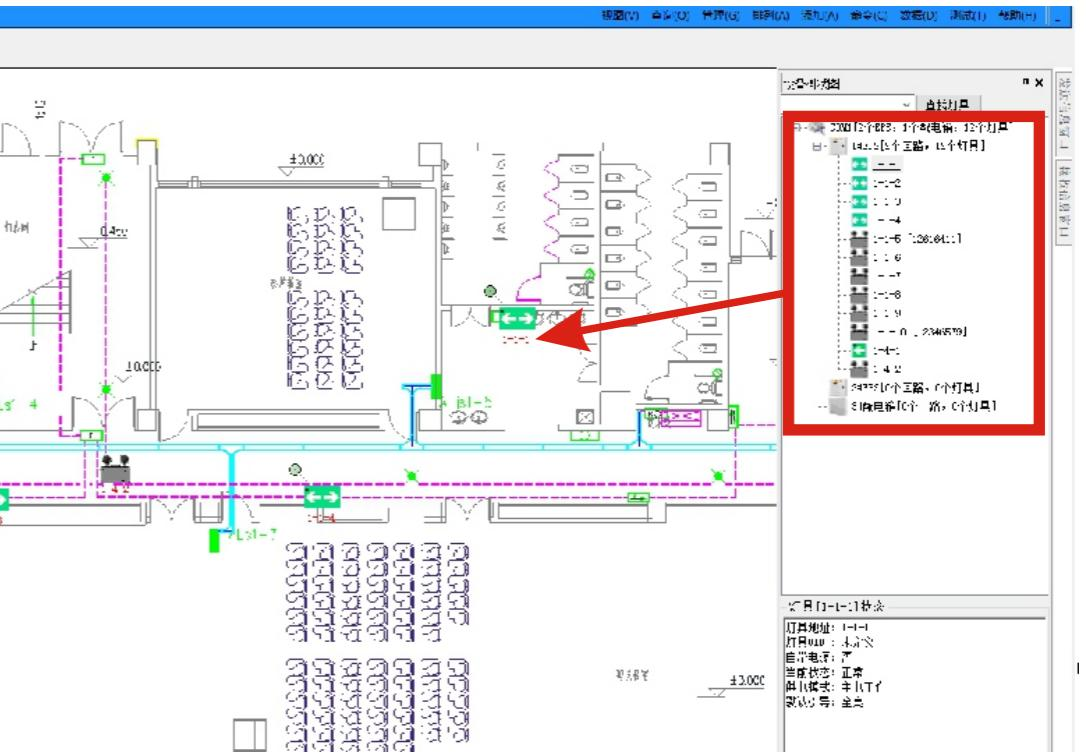

图7.6.1
- ⑥ 平面图布点：参照抄码图纸，将对应地址的灯具从树状图内拖放到平面图中对应位置即可（如图7.6.1）。